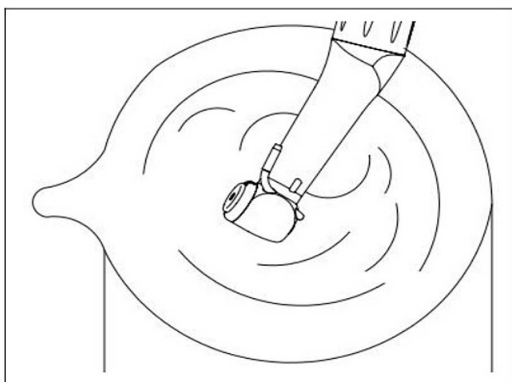

Рис. 8
- Налейте полчаши чистой воды; погрузите 20 мм головы наконечника в воду на время около 15 секунд (см. рисунок 8).